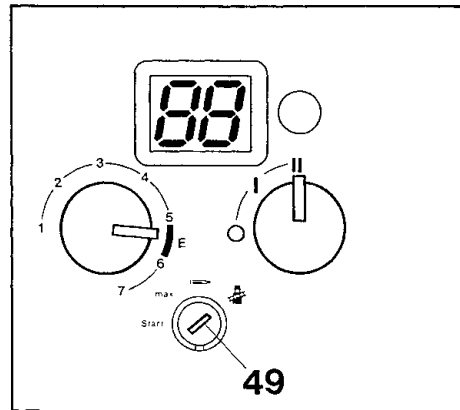

Bild 26
– Betriebsartenschalter 49, Bild 26, in Stellung "min" und Startlast überprüfen, anschließend Gerät ausschalten